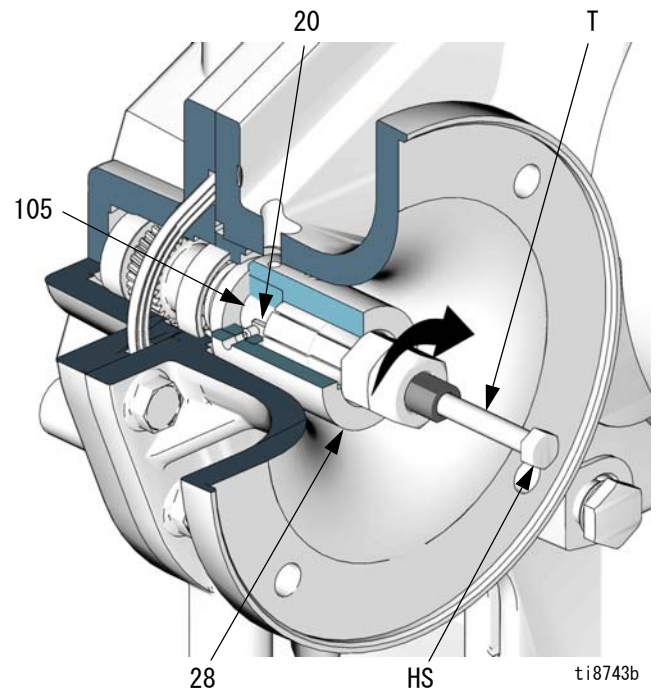

図 22. モーター結合器取り外し
4. 図 22 を参照してください。両方の止めネジ (31) を緩めます。結合器 (28) に結合解除ツール (T) を挿入します。ナットをきつくなるまで時計回りに回し、次に、六角頭ネジ (HS) を時計回りに回して、結合器をギア減速機入力シャフト (105) から引き外します。
注：以下の手順の実行中に、結合器がモーターシャフトから分離されたが入力シャフトに引っかかったままの場合、図 22 に示されているように 15J827 結合解除ツール（T）を使用してください。